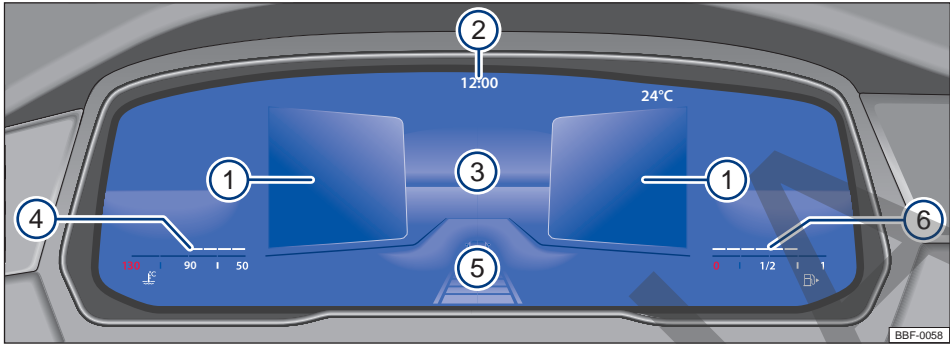

Fig. 11 Active Info Display en el tablero de instrumentos (variante 2).
Explicaciones sobre los instrumentos → fig. 11:
La exhibición principal → fig. 11 ③ puede alterarse presionando la tecla **View** en el volante multifunción. La representación en el área de indicación puede exhibir las siguientes vistas:
- **Resumen:** después de finalizada la preparación para conducción: exhibición de información sobre el estatus del vehículo en las áreas ①, por ejemplo, posición del cuentakilómetros total.